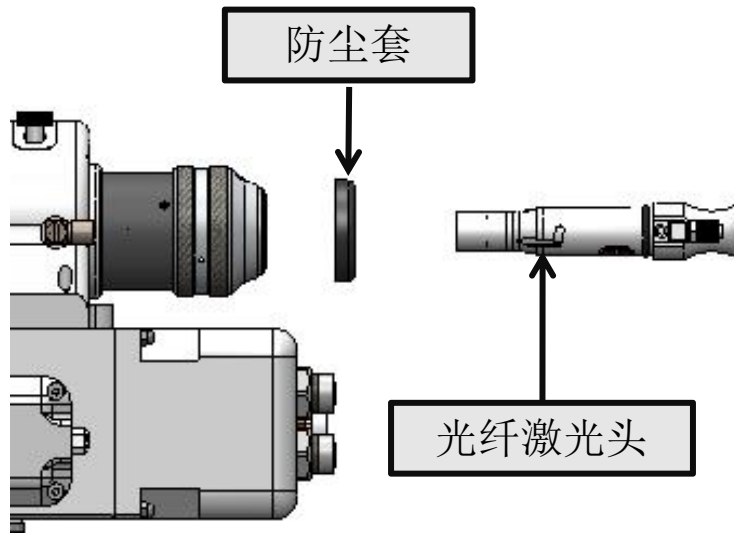

图2.5
- ① 将切割头水平放置，取下头子上的白色帽子与静电贴，取出防尘密封塞和防尘套，如下图2.5所示。